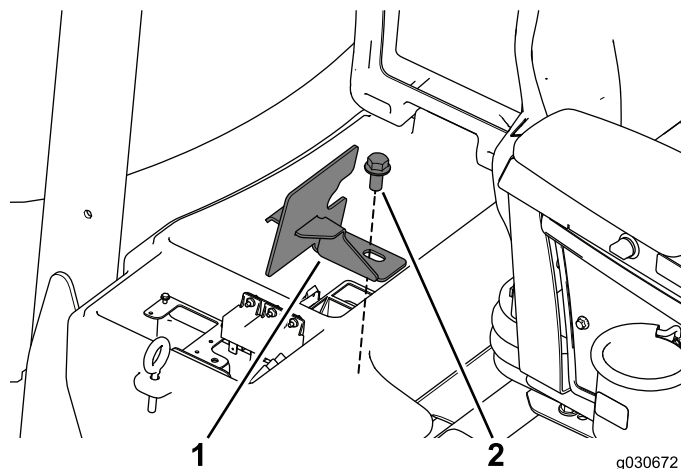

Figura 4
5. Rimuovete e conservate il bullone e la fascetta del vano batteria (Figura 4).